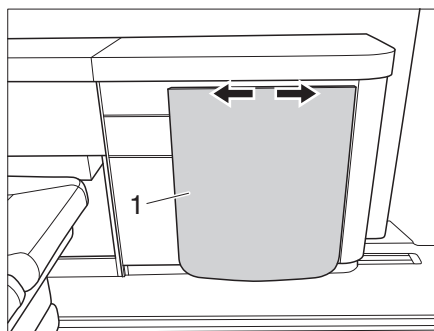

Fig. 11 Tavolo nel Campstar
- ▷ Sollevare leggermente il piano del tavolo (Fig. 11,1) prima di spostarlo, in modo da non graffiare i mobili.